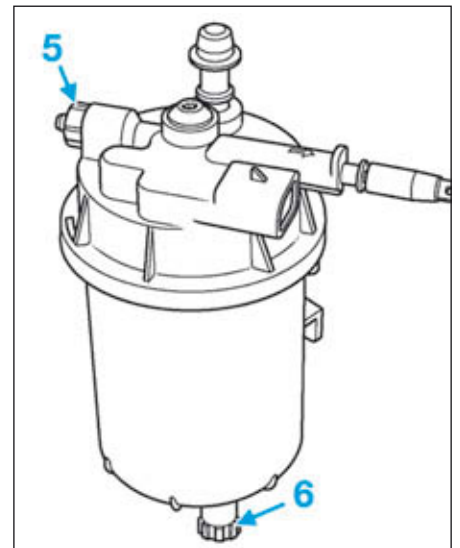

FIG.134
- Tourner la vis de purge d'air (5) (Fig.134) d'un tour.
- Revisser la vis de purge d'air (5).